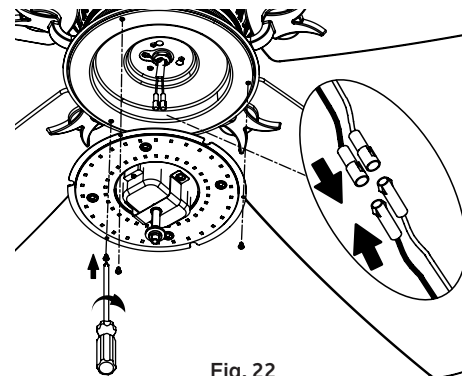

Fig. 22
**Étape 1.** Tenez le kit d'éclairage LED sur la plaque d'éclairage, puis connectez les 2 connecteurs à une broche du kit d'éclairage aux 2 connecteurs à une broche de l'ensemble moteur. Connectez le fil noir au fil noir et le fil blanc au fil blanc. Fixez le kit d'éclairage à la plaque d'éclairage et serrez solidement avec trois (3) vis du jeu de vis (Fig. 22)